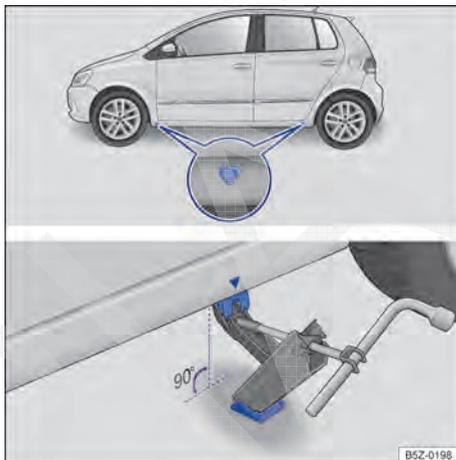

Fig. 181 Pontos de apoio do macaco e macaco posicionado no lado esquerdo traseiro do veículo.
A figura → **Fig. 181** ilustra, como exemplo, as indicações do modelo Novo Fox.
O macaco somente pode ser posicionado nos pontos de apoio indicados (marcação na carroceria) → **Fig. 181**. É válido o ponto de apoio localizado próximo à roda correspondente → ⚠.
6. Procurar sob o veículo o ponto de apoio do macaco → Fig. 181 mais próximo da roda a ser trocada.
8. Garantir que a base do macaco, com toda sua superfície, esteja sobre o chão e que a base se encontre perpendicularmente abaixo do ponto de colocação → Fig. 181.
9. Alinhar o macaco e, simultaneamente, levantar a garra do macaco até ela se encaixar na travessa debaixo do veículo → Fig. 181.
- Posicionar o macaco somente nos pontos indicados. A garra do macaco deve se encaixar no perfil da longarina de forma segura → Fig. 181.